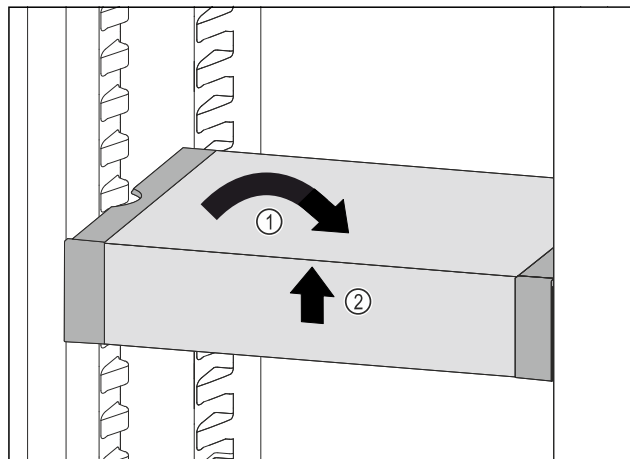

Fig. 126
- ▶ Изправете VarioSafe. Fig. 126 (1)
- ▶ Повдигнете VarioSafe отпред. Fig. 126 (2)